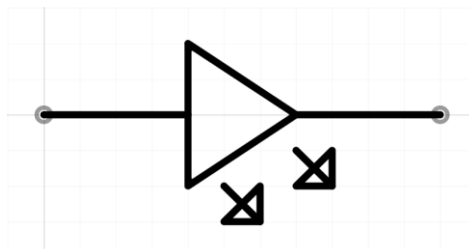

Рисунок 2.15 – УГО светодиода
- светодиод – Имя: «LED», номер: «D?» (рисунок 2.15);